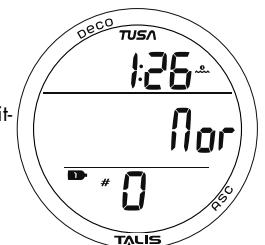

Abb. 2 - NORM-MODUS-
- >> NORM (Abb. 2) für Luft- und Nitrox-Tauchgänge.